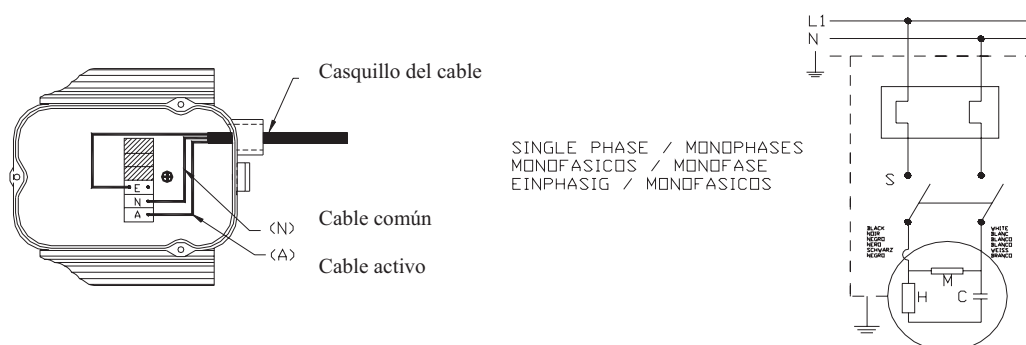

Fig. 1
- Todas las bombas están armadas con un pie que tiene dos orificios para anclarla al piso. (Fig. 1).